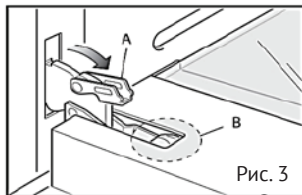

Рис. 3
- Потяните на себя фиксатор «А» (рис. 3)
- Плавное закройте дверцу, до легкого упора в фиксаторы. Убедитесь, что фиксатор находится в области «В» (рис. 3 -4).
- Полностью откройте дверцу (рис. 3)